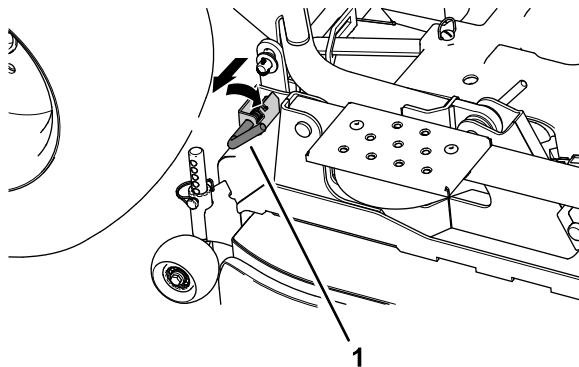

Figura 113
3. Antes de baixar a plataforma, empurre e rode os pinos da articulação traseira em ambos os lados da plataforma do cortador (Figura 113).
13. Rode os pinos da articulação traseiros para engatar as articulações de elevação traseira da plataforma do cortador; consulte Figura 113 em Remoção da plataforma do cortador \(página 76\).